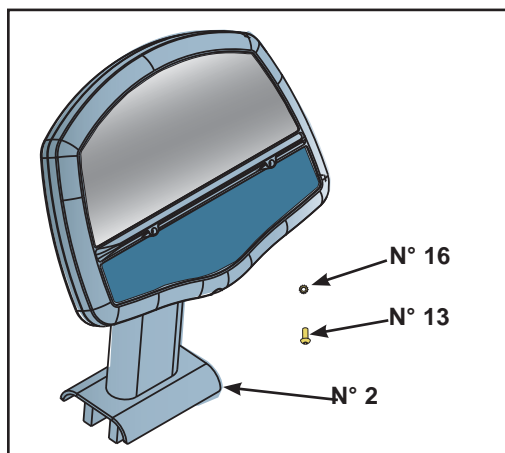

Figure 3
- A. Repérez la console (n° 2), les quatre vis 0,375-16 x 1,50 (n° 13) et les quatre rondelles (n° 16). Reportez-vous à la figure 3.